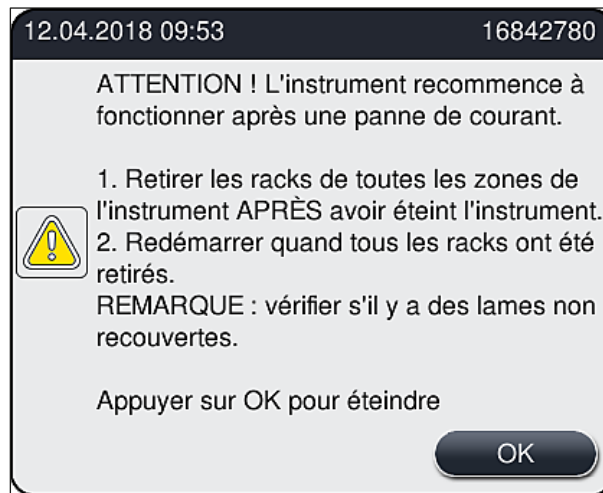

Fig. 108
- Après la restauration de l'alimentation électrique, l'appareil redémarre automatiquement. L'utilisateur est prévenu de la panne de courant par un message d'information (→ Fig. 108) affiché à l'écran, et l'événement est enregistré dans le journal des événements.
- ① Après la restauration de l'alimentation électrique, l'appareil redémarre automatiquement. Le système émet un signal sonore d'avertissement et un message d'avertissement est affiché à l'écran (→ Fig. 108).
Suivez ensuite les instructions du message d'information (→ Fig. 108) et sortez les lames de l'appareil.